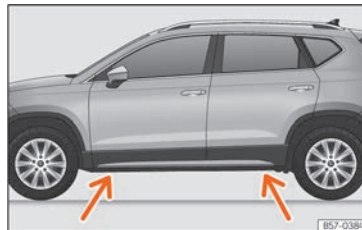

Abb. 38 Aufnahmeplätze für den Wagenheber.
- Suchen Sie am Längsträger die Markierung des Aufnahmepunktes für den Wagenheber (Eindrückung), die dem zu wechselnden Rad am nächsten liegt »» **Abb. 38**.